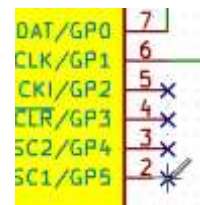

図 5-17
- ① 右ツールバー **A**「ネット名（ローカルラベル）を配置」を選択します。
- ② ネット名を付けたい配線にマウスポインタを合わせてクリックします。
- ③ 「ラベルのプロパティ」のテキスト欄にネット名を入力して[OK]をクリックします。
- ④ マウスポインタにネット名が吸着されているので配線の脇に配置します。
(12) 空き端子処理
- ① 右ツールバーの **X**「空き端子フラグを配置」を選択します。
- ② PIC12C508 の空き端子をクリックしてフラグを配置します。右図 5-17